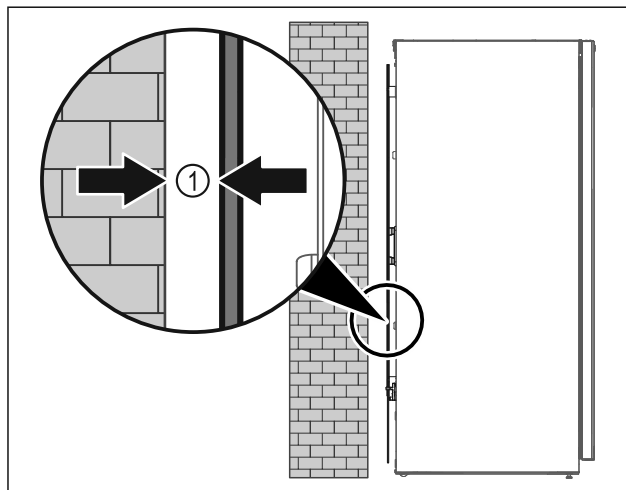

Fig. 7
- Prietaisą galima statyti arba laisvai patalpoje, arba prie pat sienos min. 5 mm Fig. 7 (1) atstumu.